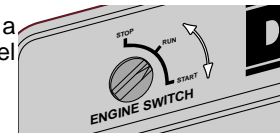

FIGURA 18: INTERRUPTOR DE ENCENDIDO ELÉCTRICO
2. Ajuste el interruptor a la posición de encendido (figura 18).